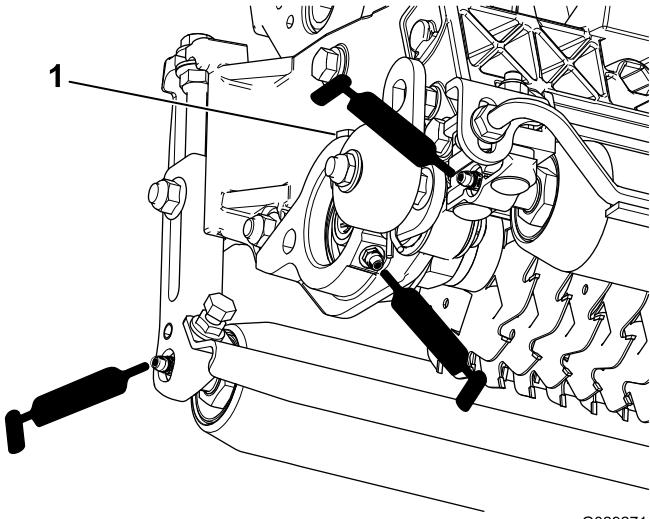

Figura 12
Instale el motor de molinete y engrase la placa lateral hasta que salga el exceso de grasa por el orificio de ventilación (Figura 12).
Cada unidad de verticorte tiene 5 engrasadores (Figura 12) que deben ser lubricados cada semana con grasa de litio de propósito general N° 2.
2. Aplique grasa hasta que salga grasa limpia de las juntas del rodillo y la válvula de alivio del cojinete (Figura 12).